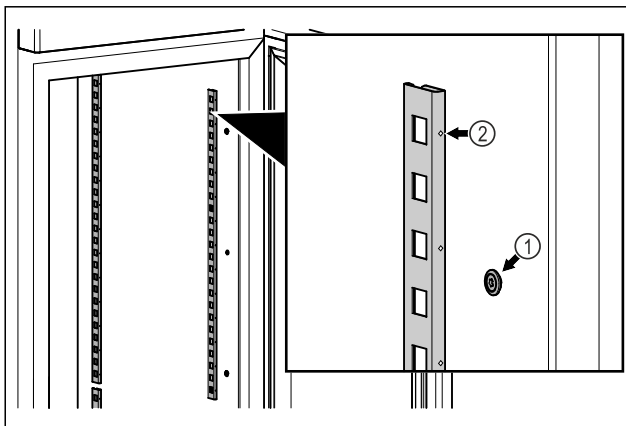

Fig. 83 Voorbeeld
- ▶ Vastzetstrips in de ophanging Fig. 83 (1) haken. Markering Fig. 83 (2) moet naar voren wijzen.